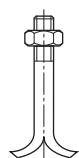

Fig. 9: Parafusos de ancoragem
- Inserir os parafusos de ancoragem (ver Fig. 9) nos furos previstos.